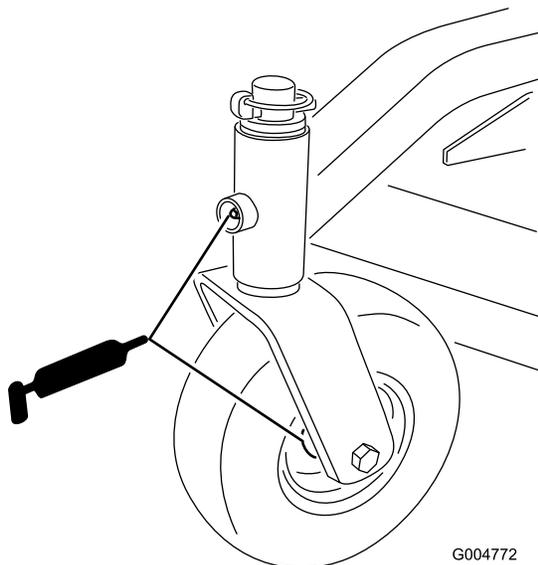

Figure 26
1. Lubrifiez les roulements des roues pivotantes avant ainsi que les pivots avant (Figure 26).
4. Enlevez le chapeau de moyeu de la roue arrière. Graissez le roulement de la roue arrière (Figure 26).